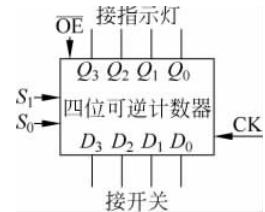

图 5.5.2 四位可逆计数器
- (1) 用 GAL 实现一个四位可逆计数器。
- (2) 按图 5.5.2 进行设计, 绘出逻辑图和引脚分配图。
- (3) 要求具有清除和置数功能, 高阻抗输出, 见表 5.5.2。
- (4) 正确形成源程序文件、列表文件、JEDEC 文件。
- (5) 正确编辑熔丝图, 并把熔丝图写入 GAL 芯片。
- (6) 测量 GAL 器件状态, 测试其是否能完成设计要求。